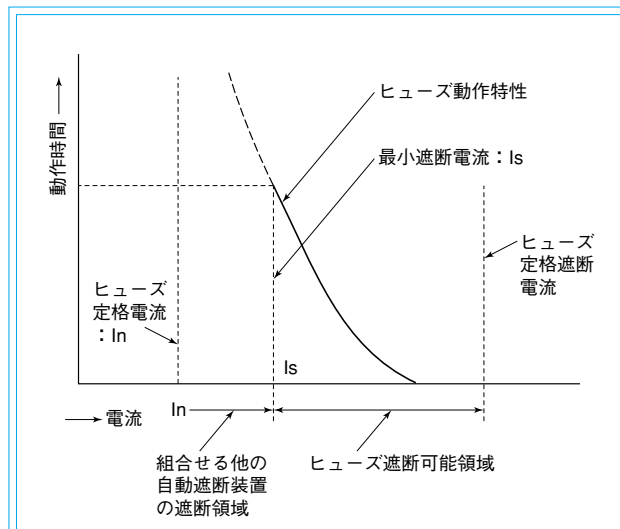

図2. 小電流遮断性能の区分説明図
(3) 最小しゃ断電流の選定方法: 図2参照
①広域ヒューズは、バックアップヒューズより小電流長時間域まで遮断可能であるため、保護範囲が広くバックアップヒューズでは他の遮断器との動作協調がとりにくいところでも、この広域ヒューズを使用すれば保護レベルが向上します。
②汎用のCL形(形番一)、CL形(形番LB) 3.6kV 7.2kV G5-100A ヒューズが超広域の特性を有しており、又、CL形(形番一) 3.6kV 7.2kV G150-400Aは広域の特性を有しております。この2種類を用途に合せ
使い分け頂きますと、図2に示すヒューズ遮断可能領域が広くとれます。
ヒューズの最小遮断電流が定格電流の5倍以下程度であっても、高圧側の短絡事故であればほとんどの場合、短絡電流はヒューズの最小遮断電流以上となるため、高圧ヒューズ単独で遮断できます。また高圧ヒューズの小電流域については図2に示す通り、高圧側の引はずし装置付き高圧電磁接触器あるいは遮断器等と協調を取ることににより、また低圧側の故障に対しては低圧ヒューズとか、ノーヒューズ遮断器で遮断して協調をとることによってカバーすることができます。